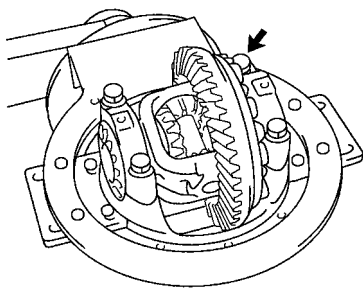

图 14-145 旋紧轴承盖螺栓
7) 旋紧轴承盖螺栓, 如图 14-145 所示。然后重新检查齿圈的齿隙。